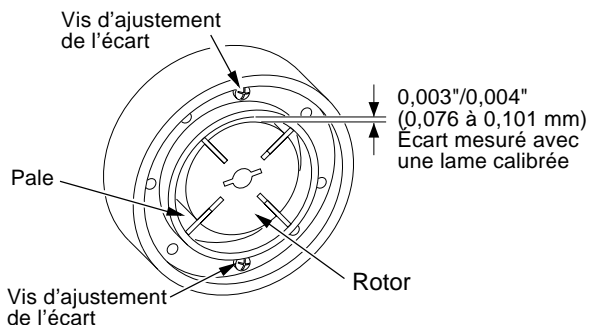

Figure 21 - Emplacements des vis d'ajustement de l'écart
- Vérifiez l'écart sur le rotor. Ajustez à 0,076/0,101 mm (0,003"/0,004") au besoin (voir Figure 21).